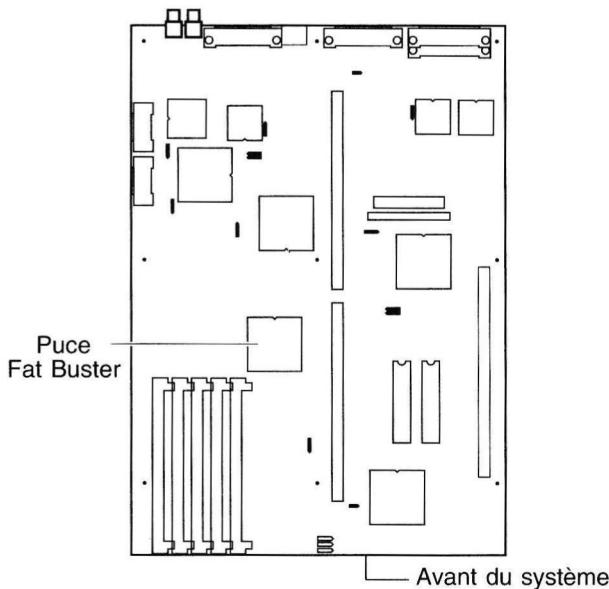

Figure 1. La carte mère de l'A4000
2. Retirez précautionneusement toutes les cartes d'extension qui vous empêchent de voir la puce, comme indiqué à la figure 1. Les instructions détaillées sur la dépose des cartes d'extension figurent dans le *Manual de l'utilisateur de l'A4000*.